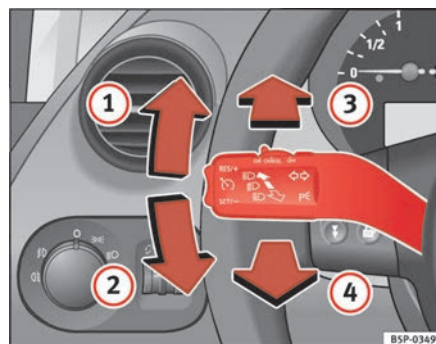

Fig. 78 Leva degli indicatori di direzione e degli abbaglianti
- Spingere la leva verso l'alto (fino al riscontro) ⇒ fig. 78 **1** se si vuole mettere la freccia **a destra**; verso il basso **2** invece, per mettere la freccia **a sinistra**. ▶
- Per accendere gli abbaglianti si deve spingere in avanti la leva  pag. 119, fig. 78 **3**.